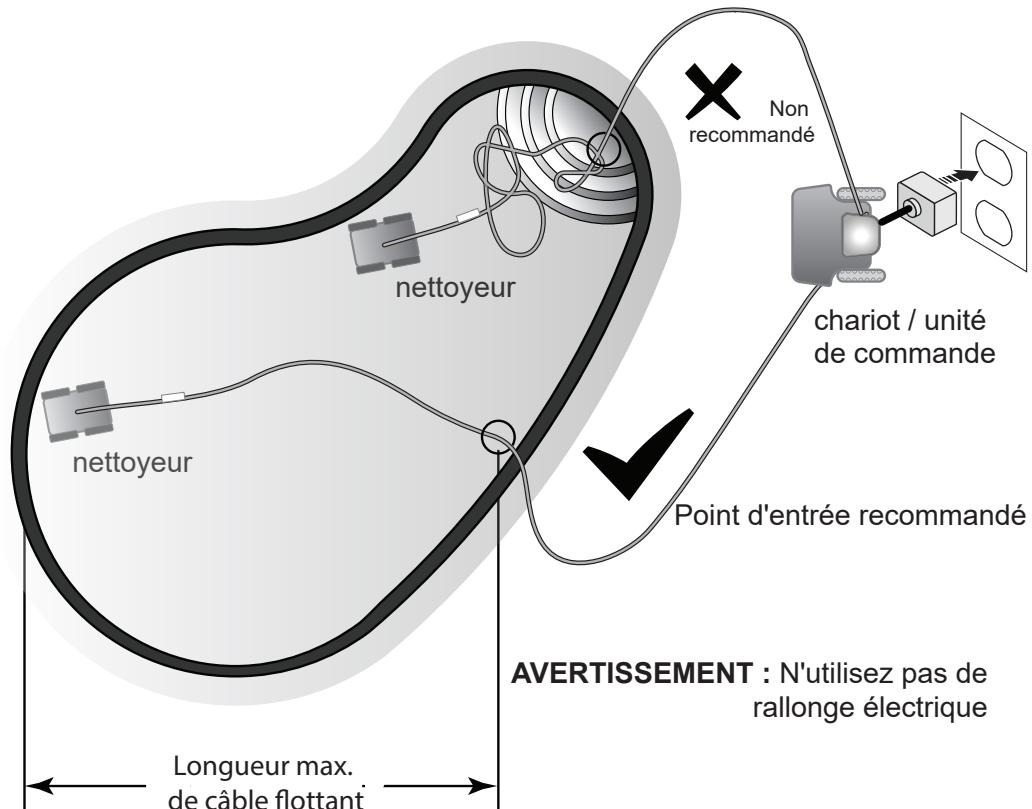

Figure 14. Point d'entrée pour un déplacement optimal dans la piscine
3. Placez seulement une longueur suffisante de câble flottant dans l'eau pour atteindre l'extrémité la plus éloignée de votre piscine à partir du point central. Étendez le câble flottant en vous assurant qu'il n'y ait pas de boucles ou nœuds dans le câble (Figure 14).
REMARQUE : Pour un déplacement optimal et un emmèlement réduit, le câble flottant doit entrer dans l'eau près du centre de la longueur de piscine. Placez seulement une longueur suffisante de câble dans l'eau pour atteindre le point le plus éloigné de la piscine (voir Figure 14).